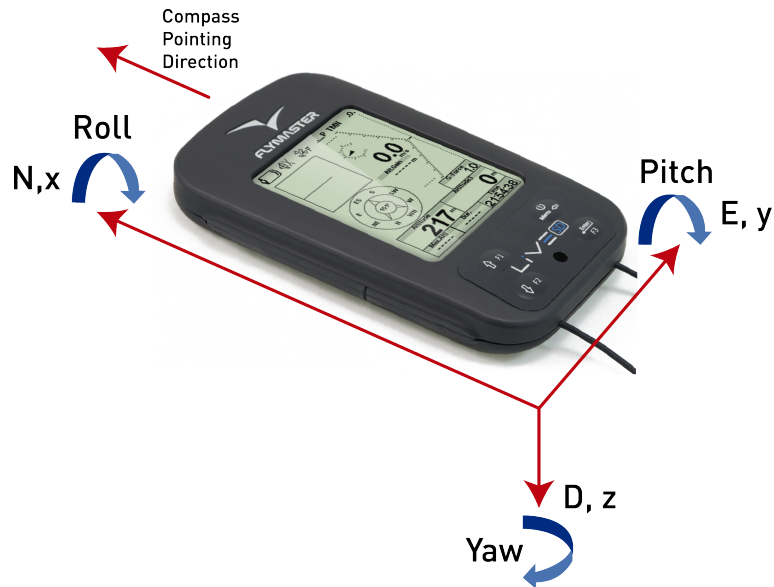
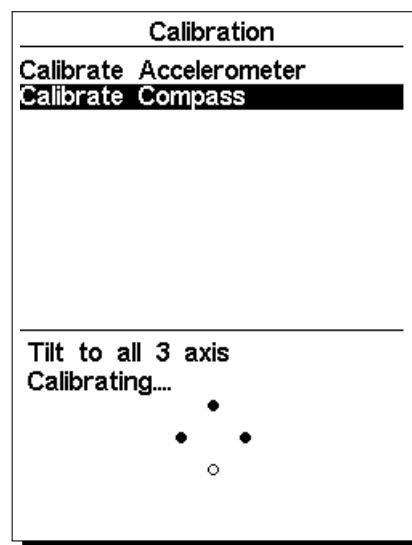

FIGURE 6.2 – Cadre de référence du calibrage de compas
FIGURE 6.3 – Marques d'indication du calibrage de compas
Le magnétomètre a 3 axes (Figure 6.2) qui sont associés avec le cadre de référence de l'appareil. Le fait de tourner l'appareil sur chacun des 3 axes changera les angles de tangage, de roulis et de lacet. Afin d'effectuer un calibrage correct, l'appareil doit être tourné lentement sur chacun des 3 axes. Il n'est pas important d'effectuer une rotation complète ni l'ordre dans lequel sont effectués les tours. Ce qui est important c'est que l'appareil soit tourné pour modifier le tangage, le roulis et le lacet d'un angle proche de  $-90^\circ$  à un angle de  $+90^\circ$ . Une indication sur l'état de la procédure du calibrage est donnée par les 4 cercles affichés en bas de la page de calibrage (voir Figure 6.3). Les cercles du haut et du bas sont associés à l'angle de tangage, alors que les cercles de gauche et de droite sont associés à l'angle de roulis. Quand le calibrage est entamé, tous les cercles sont vides (pas de couleur). Quand l'appareil est tourné de façon à ce que l'angle de tangage soit proche de  $-90^\circ$  alors le cercle du haut est rempli en noir. De la même façon, si l'angle de tangage est proche de  $+90^\circ$  alors le cercle du bas est rempli en noir. La même chose arrive avec les cercles de gauche et de droite quand l'appareil est tourné sur l'angle de roulis. Aucune indication n'est donnée pour l'angle de lacet. La procédure de calibrage est automatiquement terminée quand tous les cercles deviennent noirs. Dans la figure Figure 6.3 tous les cercles sont noirs sauf celui du bas. La procédure complète de calibrage peut être résumée par les étapes suivantes :
- (Calibrer le compas) (voir Figure 6.3) ;